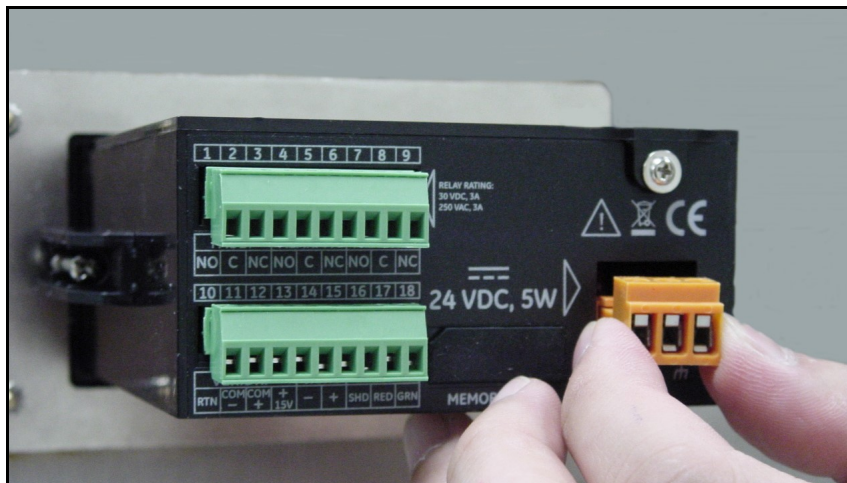

Figure 41: Retrait du connecteur CC
1. Retirez le connecteur CC du panneau arrière (voir la Figure 41).